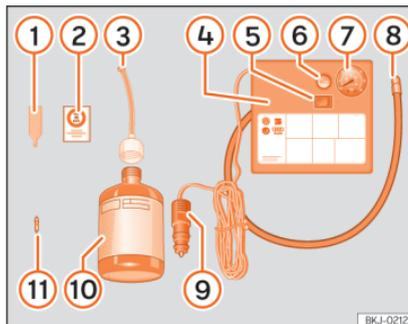

Abb. 29 Prinzipdarstellung: Bestandteile des Pannensets
Das Pannenset befindet sich im Gepäckraum unter dem Bodenbelag. Es besteht aus folgenden Bestandteilen »» **Abb. 29:**
- Ventilkappe und Ventileinsatz vom Reifenventil abschrauben. Verwenden Sie den Ventileinsatzdreher »» Abb. 29 ① zum Heraus-schrauben des Ventileinsatzes. Legen Sie den Ventileinsatz auf einem sauberen Untergrund ab.
- Reifenfüllflasche kräftig schütteln »» Abb. 29 ⑩.
- Einfüllschlauch »» Abb. 29 ③ auf die Reifenfüllflasche schrauben. Die Folie am Verschluss wird automatisch durchstoßen.
- Verschlussstopfen vom Einfüllschlauch »» Abb. 29 ③ entfernen und das offene Ende ganz auf das Reifenventil stecken.
- Ventileinsatz mit dem Ventileinsatzdreher »» Abb. 29 ① wieder in das Reifenventil schrauben.
- Reifenfüllschlauch »» Abb. 29 ⑧ des Luftkompressors fest auf das Reifenventil schrauben.
- Prüfen, ob die Luftablassschraube »» Abb. 29 ⑥ zuge dreht ist.
- Kabelstecker »» Abb. 29 ⑨ in eine 12-Volt-Steckdose im Fahrzeug stecken »» Seite 108.
- Luftkompressor mit dem EIN- und AUS-Schalter »» Abb. 29 ⑤ einschalten.
- Kleben Sie den Aufkleber »» Abb. 29 ② im Sichtfeld des Fahrers auf das Kombi-Instrument.
Den Reifenfüllschlauch »» **Abb. 29** ⑤ wieder anschließen und den Reifenfülldruck an der Reifenfülldruckanzeige ⑥ ablesen.